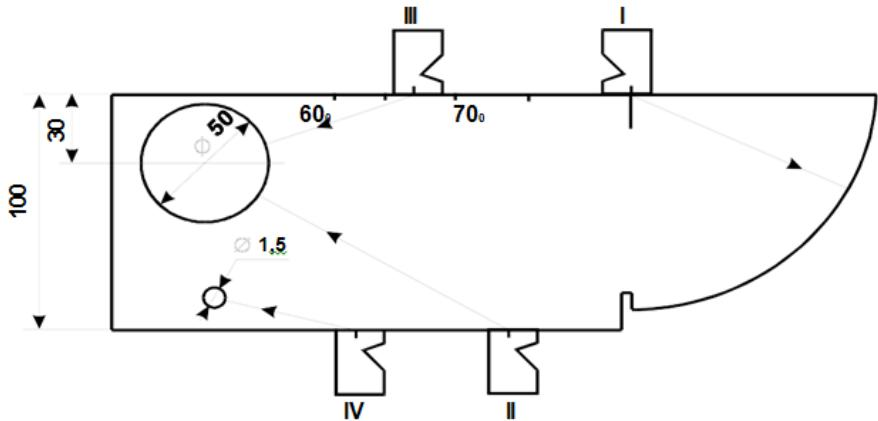

Рисунок 5.14 – Образец приложения ПЭП к В1
5.6.2 Приложите ПЭП к V1 так, как показано на рис. 5.14, поз. I.
Рисунок 5.14 в зависимости от того, в какой диапазон углов попадает значение угла данного ПЭП. При этом положение II соответствует диапазону $10^\circ - 60^\circ$, положение III - $60^\circ - 75^\circ$ и положение IV - $75^\circ - 80^\circ$.
5.7.10 Поставьте ПЭП на поверхность V1 в одно из положений II, III или IV Рисунок 5.14 в зависимости от известного ранее угла ввода. Перемещая ПЭП вдоль по поверхности, получите эхосигнал от соответствующего бокового цилиндрического отверстия.
5.8.2 Используя табл. 5.3 (для положения II ПЭП на Рисунок 5.14), табл. 5.4 (для положения III ПЭП на Рисунок 5.14) и табл. 5.5 (для положения IV ПЭП на Рисунок 5.14) определите по углу ввода  точное значение расстояния по лучу r для данного ПЭП.